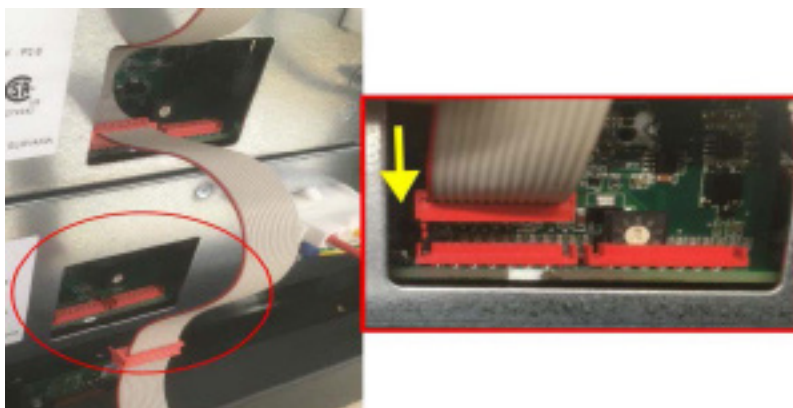

Figura 34 Reconexión del cable plano al módulo de energía
9.1.7.1. Conecte los cables planos al módulo de energía (Figura 34).